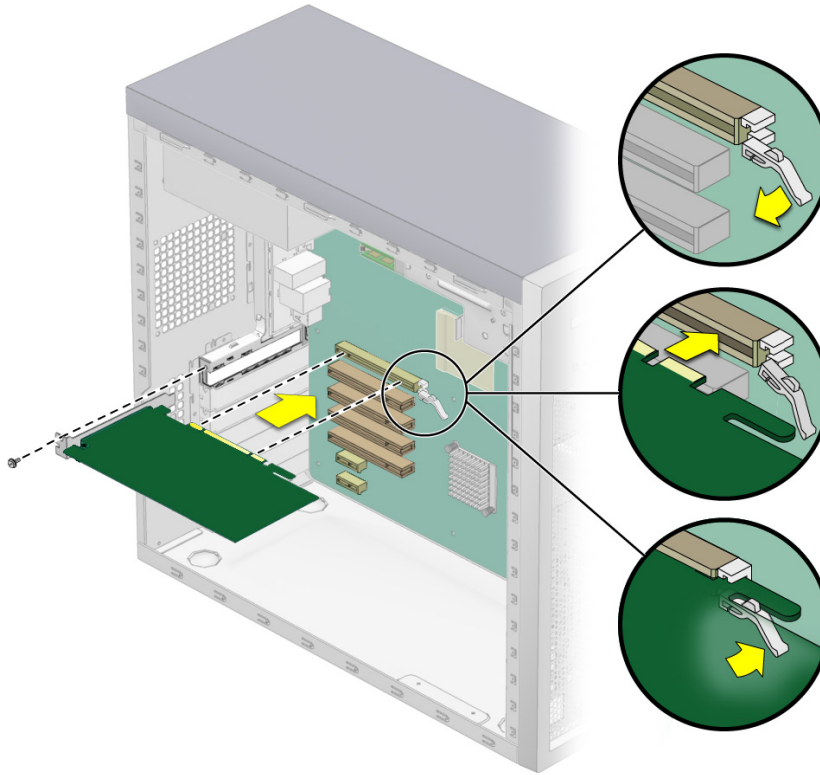

图 4-20 安装图形卡
- 对于 PCI Express 图形卡（参见图 4-20）：